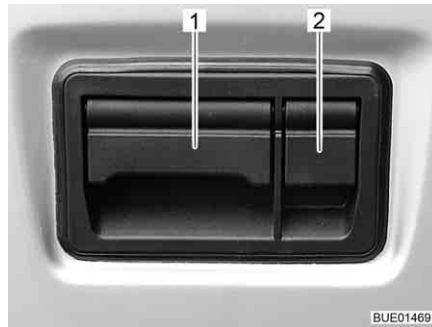

Bild 31 Klappenschloss Heckklappe, außen
- Schutzklappe (Bild 31,2) öffnen.
- Klappe (Bild 31,1) nach oben ziehen und Heckklappe öffnen.